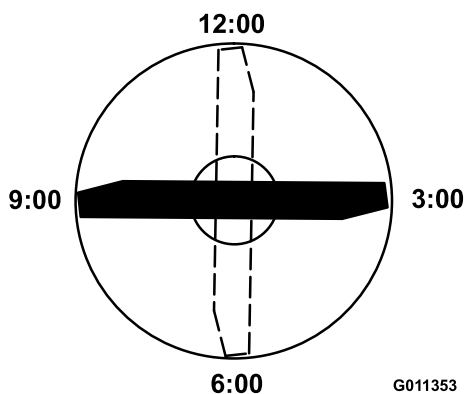

Figura 104
4. Orientate il tagliante dell'estremità marcata della lama sulle ore 12 (esattamente in avanti, nel senso di falciatura) (Figura 104) e misurate l'altezza tra il banco e il tagliante della lama.
5. Ruotate l'estremità marcata della lama sulle ore 3 e sulle ore 9 (Figura 104) e misurate le rispettive altezze.